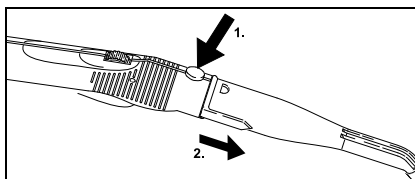

Fig. 9
- Tryk på åbnetasten (C2 resp. G2) for at skille tilbehørsdelene ad og træk delene fra hinanden (se fig. 9).